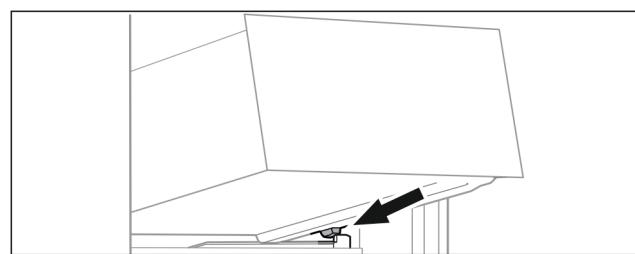

Fig. 63
- Nasadte zásuvku šikmo za zarážkami na rebro nádoby. (pozri Fig. 63)